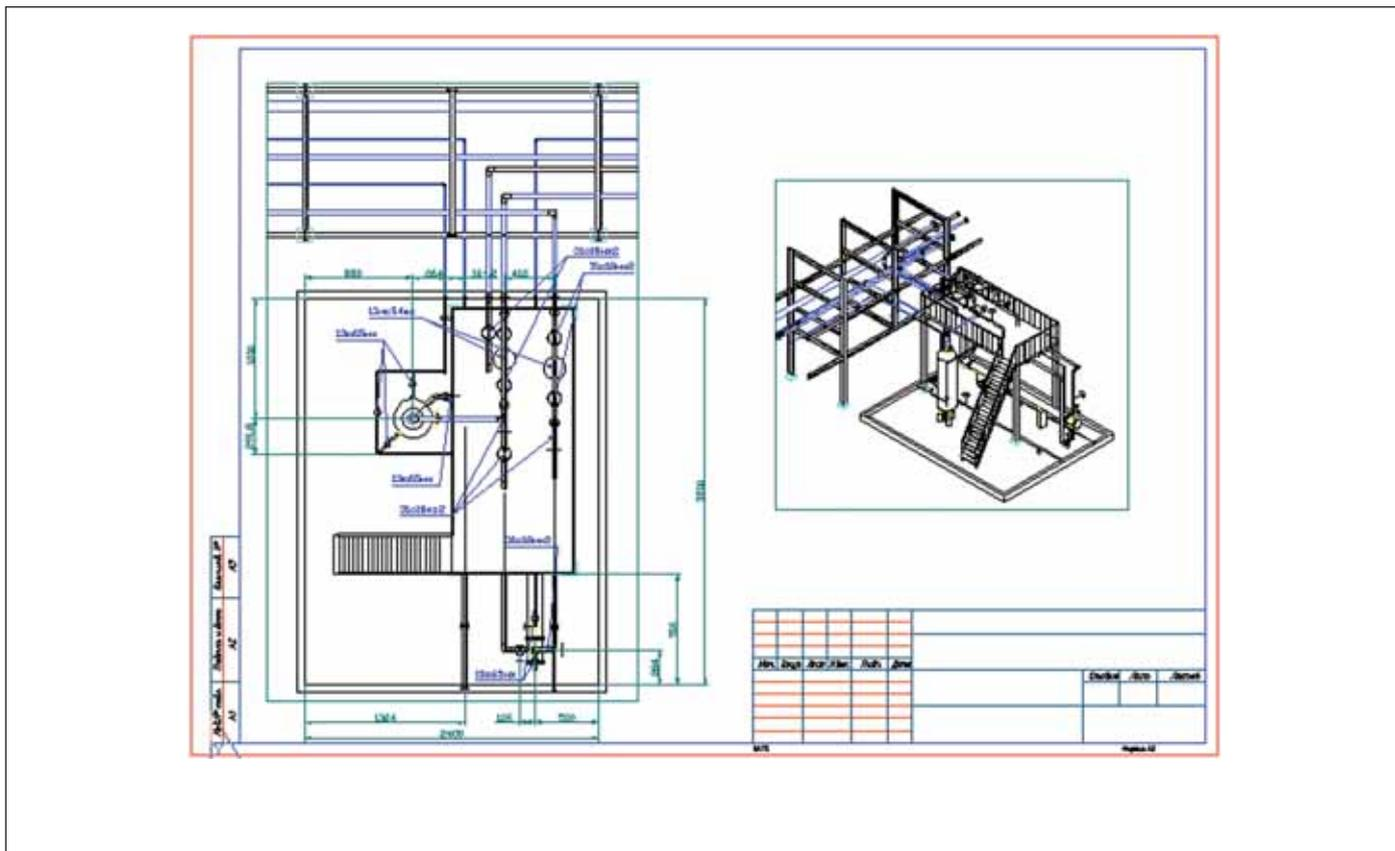

Рис. 15. Компонка листа
- расположить вид на листе с форматом (рис. 15).